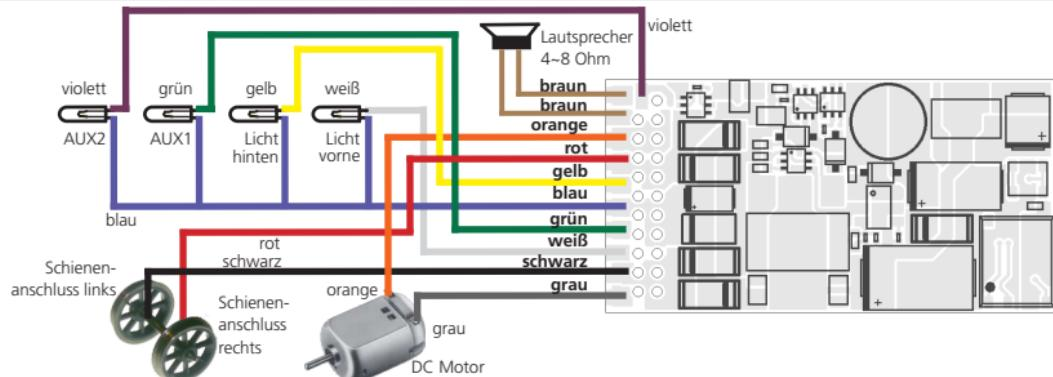

Abbildung 4: Allgemeines Anschlussschema LokSound V4.0 (Beispielverdrahtung)
- Die Lampen / Funktionen sind mit Ihrem gemeinsamen Anschluss gegenüber dem Lokgehäuse isoliert (also potentialfrei). Der dann nötige Anschluss wird in Abb. 4 am Beispiel AUX1 und AUX2 dargestellt. Voraussetzung hierfür ist, dass die Funktionen in der Lok potentialfrei sind, d.h. außer zu den Funktionsausgängen keine weiteren elektrisch leitenden Verbindungen besitzen. Die bei diesem Anschluss an den Funktionsausgängen anliegende Spannung ist um ca. 1,5V niedriger als die Schienenspannung. Das blaue Kabel ist hierbei der „Plus-Pol“, der Funktionsausgang selbst der „Minuspol“.
Wie in Abbildung 4 gezeigt, ist auch ein „Mischbetrieb“ erlaubt.